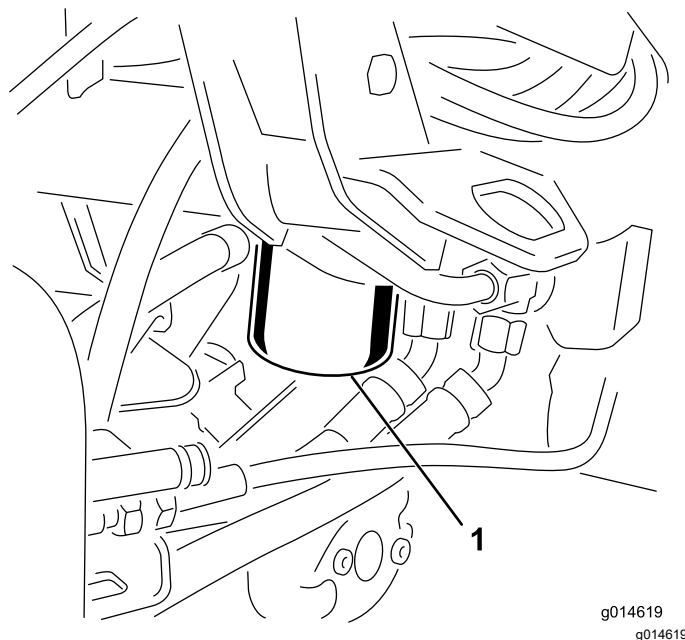

Figura 44
1. Pulite la superficie circostante il filtro (Figura 44). Collocate una bacinella di spurgo sotto il filtro e togliete il filtro.